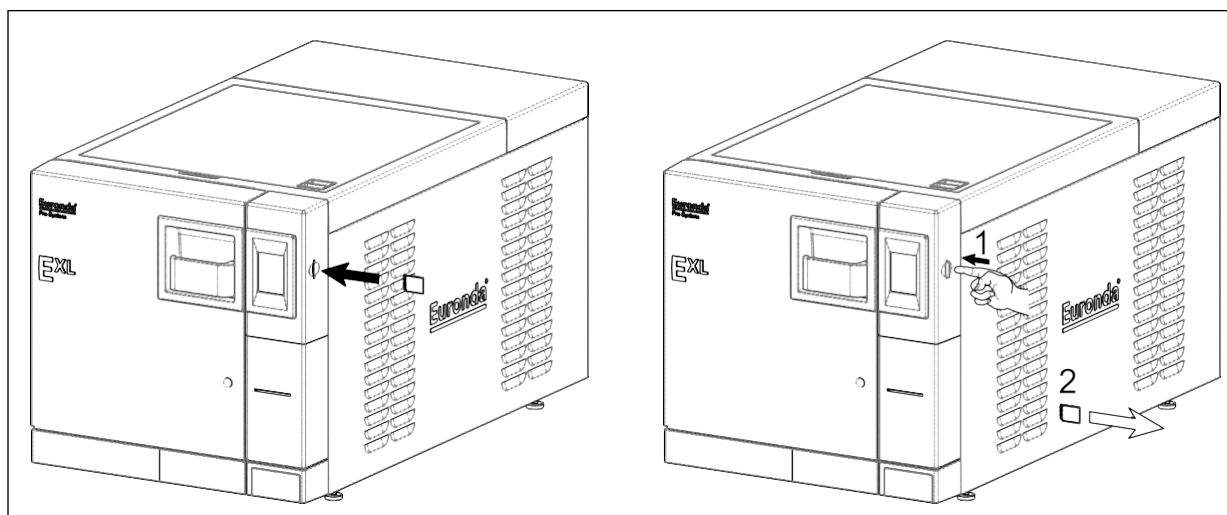

Рис. 6.8-1
2. Откройте пробку в верхней крышке, вставьте прилагаемую воронку в отверстие (1 на рис. 6.8-1) и залейте деминерализованную воду в количестве, указанном в главе 5.3 "Технические данные"; ни в коем случае не превышайте уровень, обозначенный словом MAX, в отверстии для заливки воды. Можно также наливать воду через деионизатор (опционально, Приложение 10). Для установки данной опции, смотрите соответствующее руководство "Aquafilter", поставляемое с деионизатором.
1 Наполните резервуар для чистой воды свежей чистой водой (1 на рис. 6.8-1).